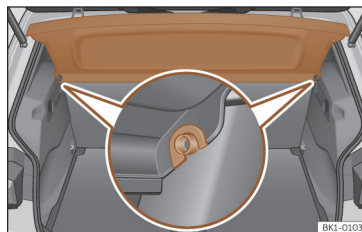

Fig. 153 Na bagageira: desmontar e montar a chapeleira.
- Desencaixe a chapeleira dos suportes laterais >>> **Fig. 153** puxando-a para cima e retire-a.
- Introduza a chapeleira horizontalmente fazendo coincidir a «fechadura» sobre o eixo dos suportes >>> **Fig. 153**, e pressione para baixo até que encaixe.